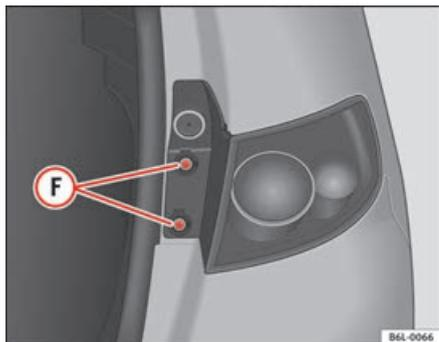

Fig. 166 Luce posteriore sulla carrozzeria
- Svitare le viti **F** ⇒ fig. 166 con la parte piatta del cacciavite.